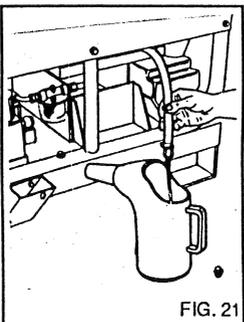

FIG. 21
1) Faire sortir le tuyau flexible de vidange huile A (fig. 21).
2) Enlever le bouchon du tuyau flexible B (fig. 21).